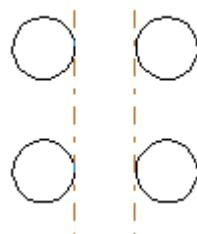

Рис. 5-3-б. Определяется расстоянием между графиками.
**Расчет через расстояние между графиками:** взаимное расположение графов вычисляется на основе расстояния между ними (Рис. 5-3(b)).